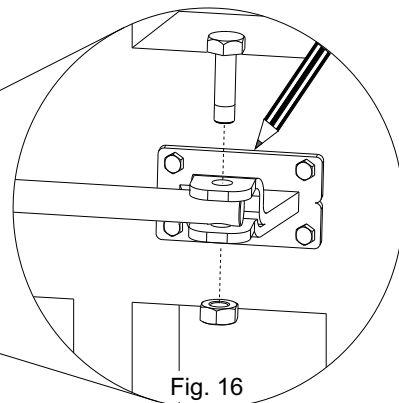

Fig. 16
- 3) Marcar la posición del soporte delantero (fig 16).